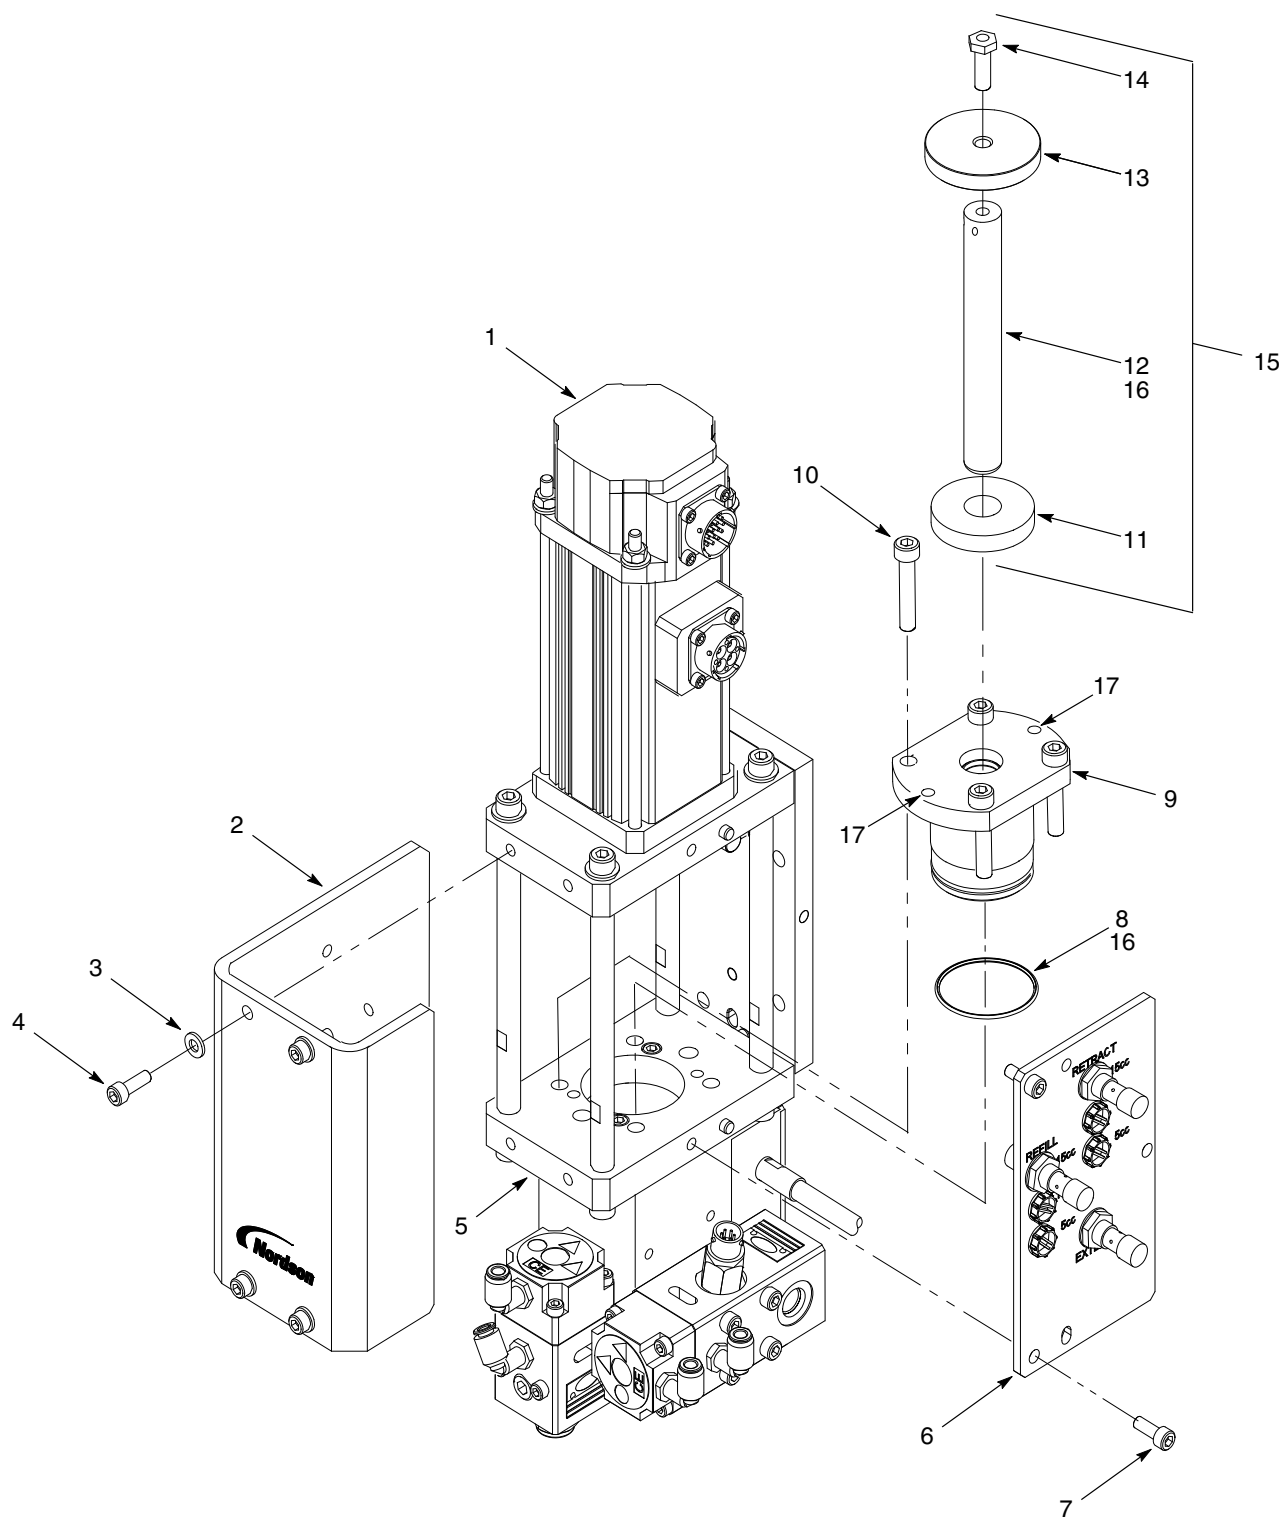

Figure 13 Réparation du bloc plongeur et presse-étoupe
2. Voir la figure 13. Retirer les vis (4) et les rondelles (3) qui fixent l'enveloppe de protection (2) à l'actionneur linéaire (1) et à la bride du boîtier (5).
3. Retirer les vis (7) qui fixent la plaque de détection de proximité (6) à l'actionneur linéaire (1) et à la bride du boîtier (5).
4. Retirer les vis (10) qui fixent le presse-étoupe (9) à la bride du boîtier (5). S'il est impossible de retirer le presse-étoupe de la bride du boîtier, effectuer les opérations suivantes :
- a. Insérer les deux vis (10) dans les trous taraudés (17) du presse-étoupe.
5. Retirer le joint torique (8) du presse-étoupe (9). Mettre le joint torique au rebut.
6. Séparer le bloc plongeur (15) du bloc presse-étoupe (9) à l'aide d'une presse à mandriner.
7. Démonter le bloc plongeur (15) :
- a. Retirer le silentbloc (11) du plongeur (12).
- b. Introduire l'ergot de la clé tricoise dans le trou du plongeur (12). Retirer la vis (14) qui fixe le disque de proximité (13) au plongeur (12).
1. Voir la figure 13. Lubrifier le joint torique du bloc presse-étoupe (8) et le diamètre intérieur du bloc presse-étoupe (9) avec de la graisse TFE (16).
2. Assembler le bloc plongeur (15) :
- a. Installer le disque de proximité (13) sur le plongeur (12).
- b. Visser la vis (14) dans le plongeur. Introduire l'ergot de la clé tricoise dans le trou du plongeur et serrer la vis à 13,5 N•m (10 ft-lb).
- c. Monter le silentbloc (11) dans le plongeur. S'assurer que le silentbloc du plongeur est en contact avec le disque de proximité.
- d. Appliquer de la graisse TFE (16) sur l'arbre du plongeur.
3. Insérer le bloc plongeur (15) dans le bloc presse-étoupe (9) à l'aide d'une presse à mandriner.
4. Monter le presse-étoupe (9) sur la bride du boîtier (5) à l'aide des vis (10). Serrer les vis en croix à
5. Monter la plaque de détection de proximité (6) sur l'actionneur linéaire (1) et la bride du boîtier (5) à l'aide des vis (7). Serrer les vis à 13,5 N•m (10 ft-lb).